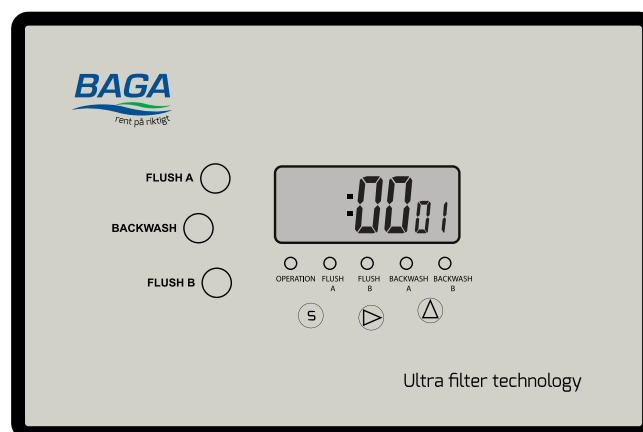

bild 3.
- ◆ Tryck **▶** ytterligare en gång för att programmera spolningens längd. **:00** se **bild 3**. visas, vilket anger tiden för "spolning".